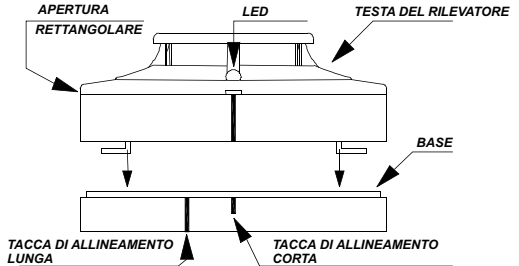

FIG. 2 Accoppiamento della testa del rilevatore alla base
- 1) Allineare i componenti come mostrato in Fig. 2.